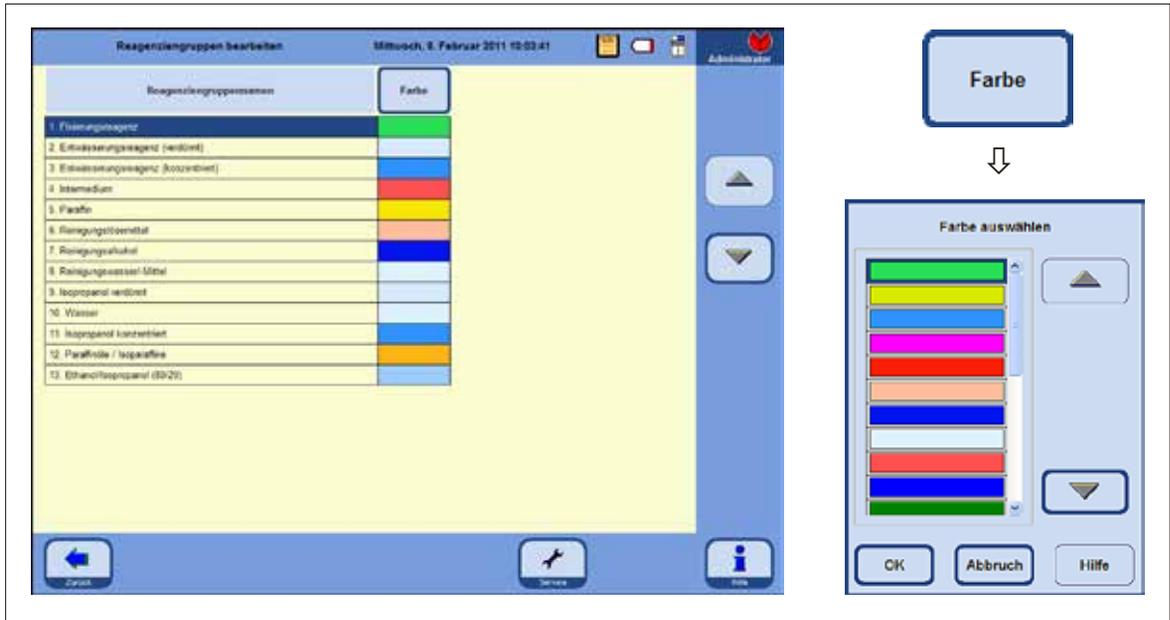

Abb. 148
Im Fenster **REAGENZIENGRUPPEN BEARBEITEN** (Abb. 148) können die Farben ausgewählt werden, die in der grafischen Programmanzeige für jede Reagenziengruppe verwendet werden.
- Die Taste **FARBE** in der Tabellenüberschrift drücken, es erscheint das Fenster **FARBE AUSWÄHLEN** (Abb. 148).